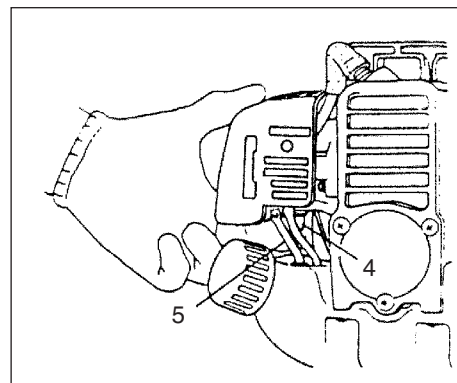

Fig. 2-2C
* Trykk på sugepumpeboblen (4) flere ganger slik at brennstoff flyter gjennom boblen eller returnrøret. (Hvis utstyrt slik) (fig. 2-2C)